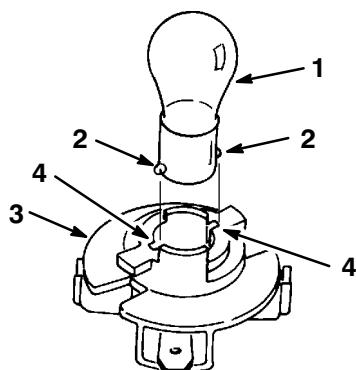

Bild 35
- Drücken Sie die Birne herein, drehen Sie entgegen dem Uhrzeigersinn bis zum Anschlag (ca. 1/4 Umdrehung) und nehmen sie aus der Birnenfassung heraus (Bild 35).
- Die Glühbirne hat Metallstifte an der Seite ihres Unterteils. Fluchten Sie die Stifte auf die Slitze in der Birnenfassung aus und setzen das Unterteil in die Fassung (Bild 35). Drücken Sie die Birne hinein und drehen sie im Uhrzeigersinn bis zum Anschlag.